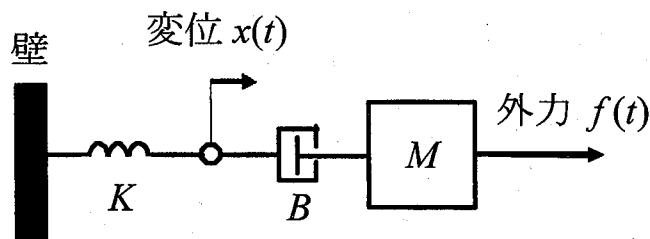

図3 質量－バネ－ダッシュポット系
- III 図3に示す質量－バネ－ダッシュポット（ダンパ）系において、質量を M 、バネ定数を K 、粘性減衰係数（粘性抵抗係数）を B とする。ただし運動は一直線上に拘束されているものとする。壁は図のように地面に固定されており、動かないものとする。外力 $f(t)$ から変位 $x(t)$ までの伝達関数を求めよ。